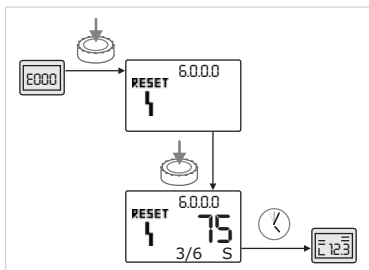

Fig. 59: Confirmación del tipo de fallo B (X < Y)
- Si la frecuencia actual del fallo es menor que la frecuencia máxima (Fig. 59):